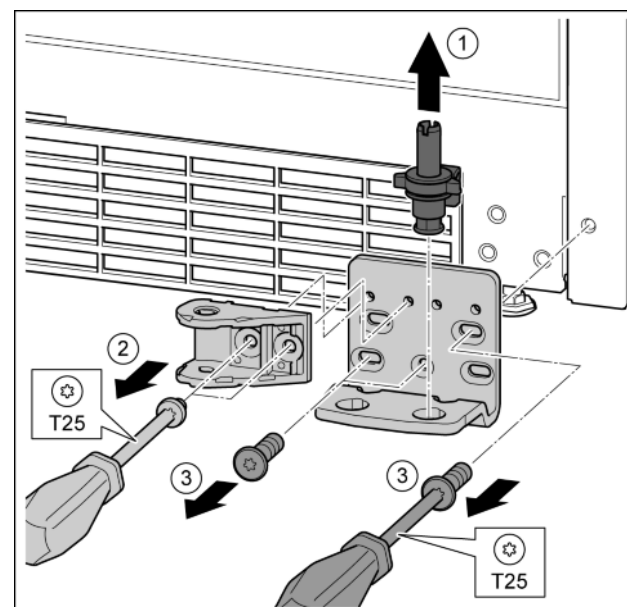

Fig. 29
- ▶ Опорный палец полностью извлечь движением вверх. Fig. 29 (1)
- ▶ Открутить винты отверткой T25 и снять соединительный элемент амортизатора закрывания дверей. Fig. 29 (2)
- ▶ Открутить винты отверткой T25 и снять опорный кронштейн. Fig. 29 (3)